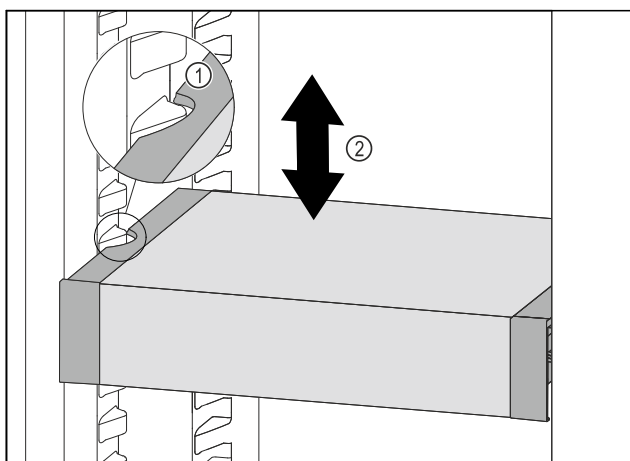

Fig. 83
- ▶ Træk VarioSafe fremefter, indtil udsparringerne i siden på VarioSafe er på niveau med beholderribben i kølesektionen. Fig. 83 (1)
- ▶ Flyt VarioSafe op eller ned i kølesektionen, indtil den ønskede højde er nået. Fig. 83 (2)